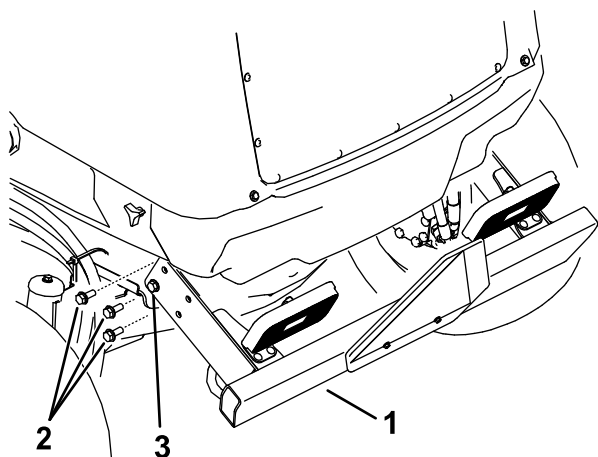

図 110
2. 後バンパーの左右それぞれの側から 図 110 のように、フランジナット 3 個を取り外す。
ランジねじ全部を締め付ける 図 110。